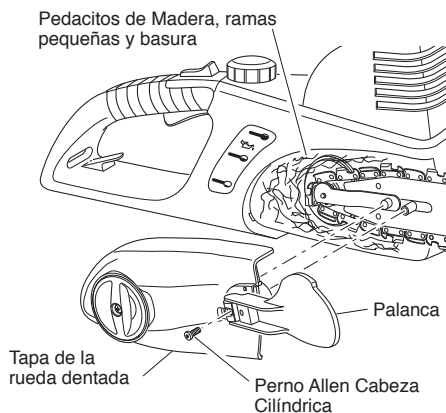

Figura 14 - Cómo quitar y limpiar la basura de la tapa de la rueda dentada
2. Agarre, hale y abra la palanca de tensión de la cadena (Vea la Figura 14).